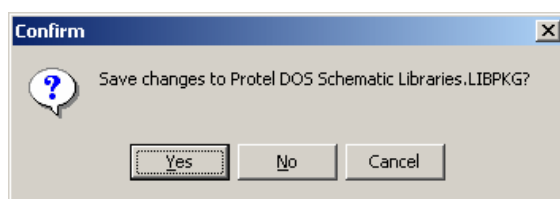
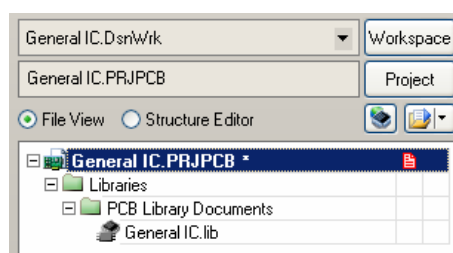

图 5.37 “Confirm”消息框
图 5.38 “General IC. DsnWrk”工作台
(6) 在“Save[Protel DOS Schematic Analog digital.lib]As”对话框中选择保存路径，在“文件名”编辑框中输入“Protel DOS Schematic Analog digital”，单击“保存”按钮，将所选的库文件保存为“Protel DOS Schematic Analog digital.SchLib”。
(7) 单击标准工具栏中的打开文件工具按钮，打开“打开”对话框。
(8) 在“打开”对话框中选择“General IC.DDB”文件，单击“打开”按钮，在弹出的提示将“DDB”文件转化为项目的“Confirm”消息框中单击“Yes”，接着在弹出的如图 5.37 所示的“Confirm”对话框中单击“No”，关闭“Protel DOS Schematic Libraries.DsnWrk”工作台文件，同时打开系统创建的如图 5.38 所示的“General IC. DsnWrk”工作台。